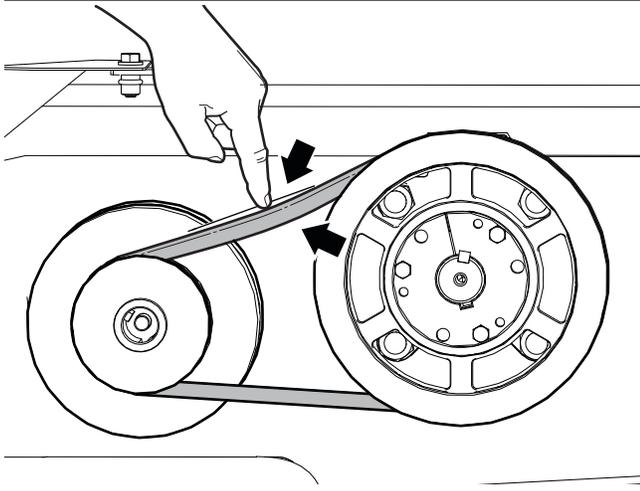

Fig. 37 – Vérifiez la tension de la courroie d'entraînement
1. Appuyez sur le centre supérieur de la courroie d'entraînement du rotor et mesurez la distance parcourue. Voir la Fig. 37.